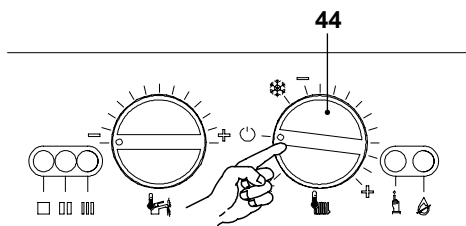

Figura 9.17
- Per uscire dalla funzione SPAZZACAMINO della caldaia posizionare il selettore 44 del pannello comandi come indicato in Figura 9.17